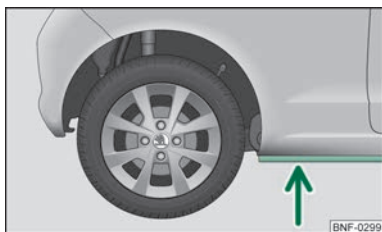

Bild 88 Vattengenomkörning
- Fastställ vattendjupet före en vattengenomkörning. Vattennivån får maximalt nå listen på underprofilen → bild 88.